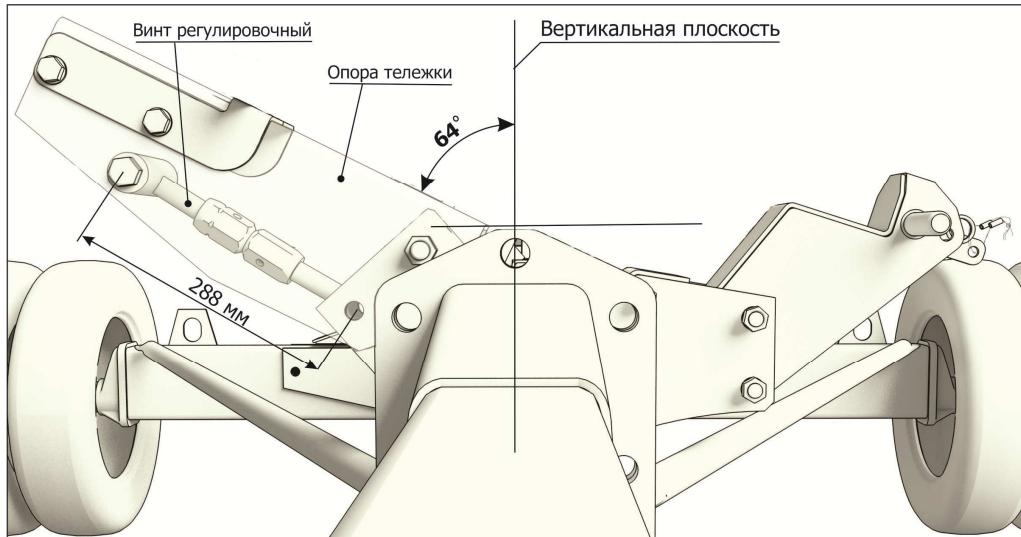

Рисунок 8.7
- установить требуемый наклон опор тележки (см. рисунок 8.7) при помощи регулировочного винта. Длина винта должна составлять 288 мм. При этом угол наклона опор будет составлять 64^0 ;